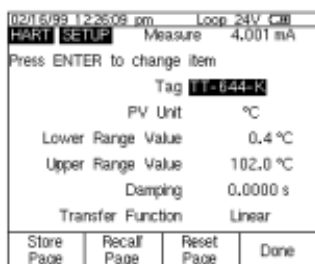

图 24
10. 按 键，再按 setup 软键。从菜单中选择 Basic，并按 以显示图 24 所示的基本设置参数。为输入新的 LRV，将光标移至 Lower Range Value，并按 。打入新的 LRV 值，并按 。同